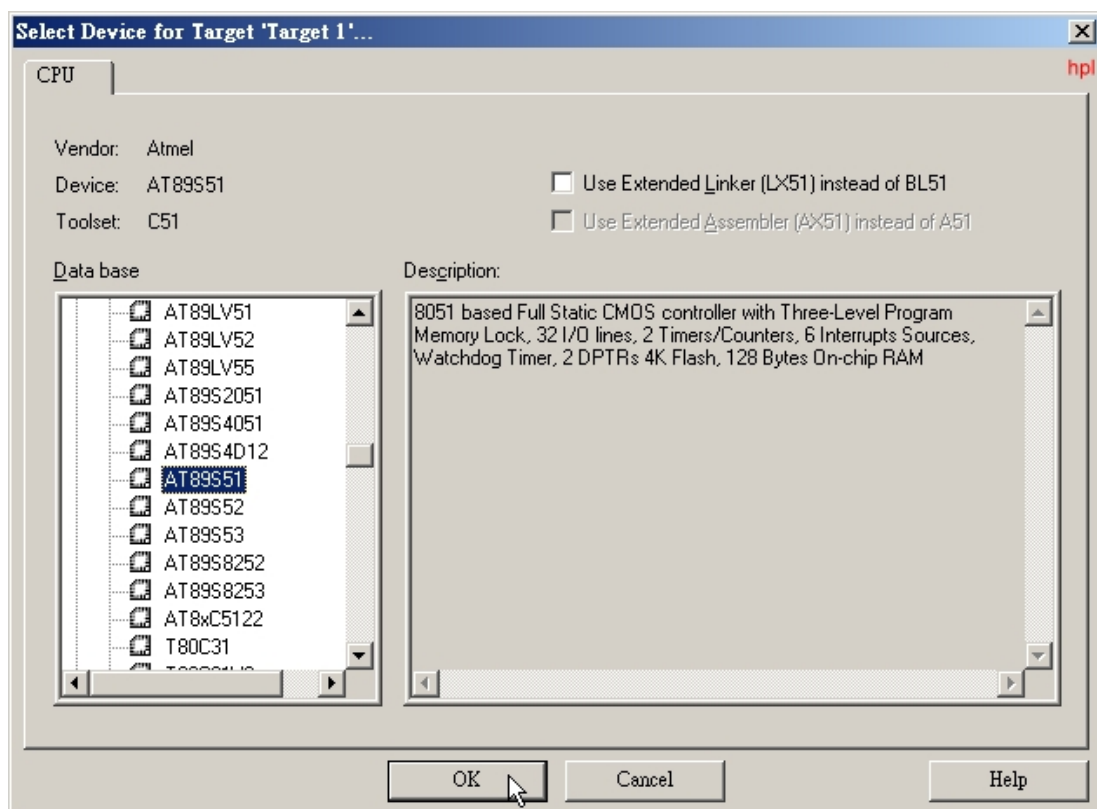
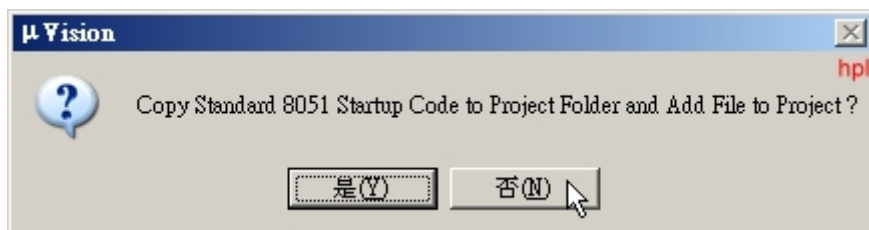

图 2-3 选取芯片型号
图 2-4 询问是否需要加入 8051 启动
(2) 选择所要的单芯片型号，这裡仍然选择常用的 Ate^{ml} 公司的 AT89S51，此时萤幕如图 2-3 所示。在右边图中的“Description”方块内，会简单的介绍 AT89S51 有什么功能及特点。点选 OK 按钮后，会出现图 2-4，询问你是否需要拷贝标准的 8051 启动码程式到你的项目资料夹，并且将此档案加入项目“Copy Standard 8051 Startup Code to Project Folder and Add File to Project”，因为汇编语言不需要加入此 STARTUP.a51，点选“否”后，就可以进行程序的编写了。